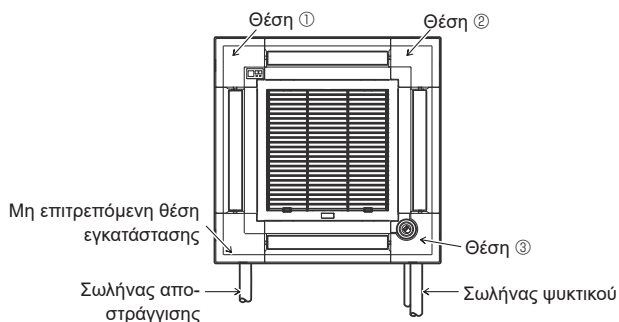

Fig. 9-11
Το γωνιακό πλαίσιο του δέκτη σημάτων δεν μπορεί να εγκατασταθεί στην πλευρά του σωλήνα αποστράγγισης για την κύρια μονάδα. (Ανατρέξτε στην Fig. 9-11)
- Το γωνιακό πλαίσιο του i-see Sensor θα πρέπει να στερεωθεί πάνω στη γρίλια ① με τη βίδα ③.
- * Εάν η θέση του i-see Sensor έχει αλλάξει από την προεπιλεγμένη (θέση ③) σε άλλη θέση, αλλάξτε τις ρυθμίσεις λειτουργίας. (Ανατρέξτε στη σελίδα 12 και την Fig. 9-11)
- Το γωνιακό πλαίσιο του i-see Sensor δεν μπορεί να εγκατασταθεί στην πλευρά του σωλήνα αποστράγγισης για την κύρια μονάδα. (Ανατρέξτε στην Fig. 9-11)
- Θέση ①: Προεπιλεγμένη θέση του δέκτη σημάτων (σημάδια προσδιορισμού της εξόδου αέρα □/□□□)
- Θέση ②: (Σημάδια προσδιορισμού εξόδου αέρα □/□□)
- Θέση ③: Προεπιλεγμένη θέση του i-see Sensor (σημάδια προσδιορισμού της εξόδου αέρα □□/□□□)